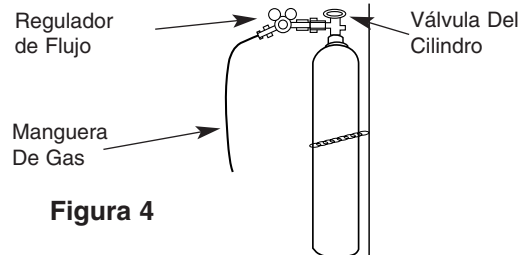

Figura 4
1. Encadene el cilindro a una pared o a un soporte estático para evitar que caiga. Aísle eléctricamente el cilindro del circuito de trabajo y de la conexión a tierra. Véase Figura 4.